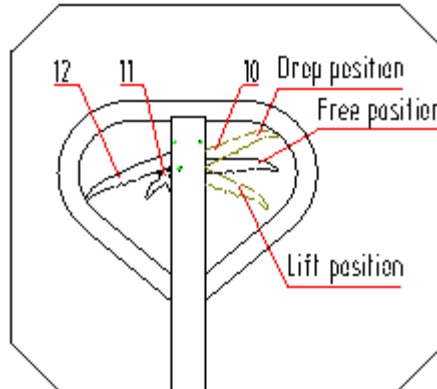

Fig.5
- 4.1 Una vez montada la carretilla, intente balancear la empuñadura y accionar diferentes posiciones del mando de control 10 para examinar la elevación, la posición libre y la caída y compruebe si las diferentes posiciones son normales o no. Ver fig. 5.
- 5.3 Ver fig 5, cuando el pomo de mano 10 se coloca en la posición de elevación, la carretilla estará en estado de elevación. En este momento, si se balancea la empuñadura, la carretilla se elevará.
- 5.4 Ver fig. 5, cuando el pomo de mano 10 se coloca en la posición libre, la carretilla se desplazará. En este momento, si usted balancea la empuñadura, la carretilla no se elevará ni descenderá. Entonces, puede utilizar la carretilla para mover la carga.
- 5.5 Ver fig. 5, cuando el pomo manual 10 se coloca en la posición de descenso, las horquillas del camión descenderán. En este momento, las horquillas del camión bajarán automáticamente.
- 5.6 Ver fig 5, cuando el pomo de mano 12 se coloca soplado, la carretilla estará en estado de marcha libre.
- 5.7 Ver fig 5, cuando el pomo de mano 12 se coloca arriba, la carretilla estará en estado de freno.
- 5.8 Ver fig. 5, el pomo manual 11 se utiliza para soltar el freno.